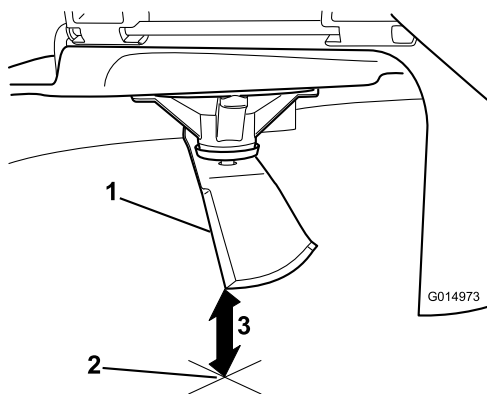

Рисунок 73
5. Измерьте расстояние от конца ножа до плоской поверхности (Рисунок 73).